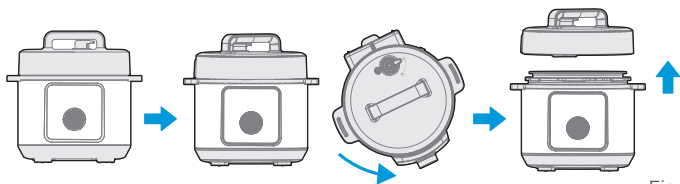

Fig. 1
1. Para abrir a panela segure a alça da tampa, gire-a no sentido anti-horário até que a tampa destrave e, em seguida, puxe a tampa para cima (Fig. 1).